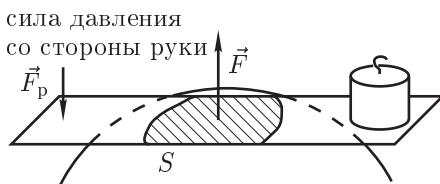

Рис. 4
2. Из-за упругости резиновой оболочки давление внутри шара больше атмосферного давления p на величину Δp . Определим её следующим образом: положим на шарик линейку, закрепим груз на одном из её концов, а другой будем удерживать рукой. Тогда суммарная сила давления F на шарик равна сумме веса груза и силы, с которой мы удерживаем линейку, F_p (её найдём по правилу рычагов). Площадь соприкосновения S можно измерить непосредственно с помощью самой линейки (рис. 4). (При этом удобно слегка смочить поверхность шарика водой для улучшения видимости.) Тогда избыточное давление в шарике $\Delta p = F/S$, и количество газа в шарике в $(p + \Delta p)/p$ раз больше, чем в том же объёме атмосферного воздуха.